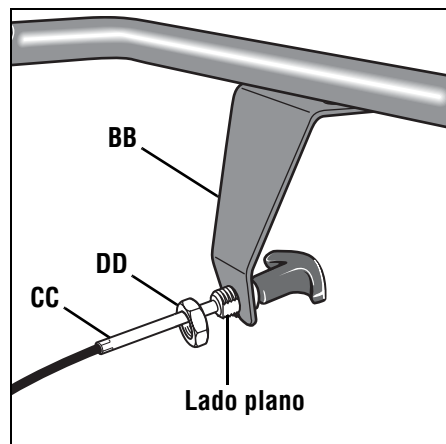
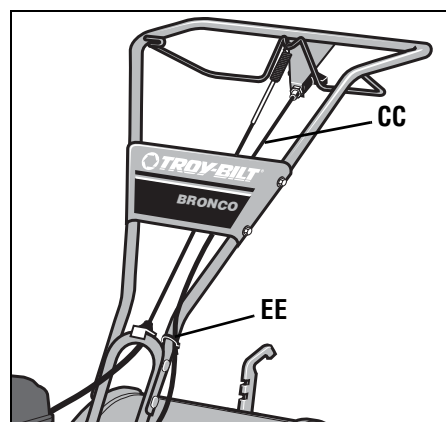

Fig. 2-8: Instale la ménsula del cable de marcha atrás y el cable del embrague de marcha atrás.
Fig. 2-9: Inserte el cable del embrague de marcha atrás (CC) como se muestra. Una con una unión de cable (EE).
1. Desenrolle el cable del embrague de marcha atrás (CC, Fig. 2-8 y Fig. 2-9) de su posición de embarque y oriéntelo hacia la barra de control. Asegúrese que el cable esté colocado debajo del gancho del embrague de marcha directa.
2. Inserte el cable (CC, Fig. 2-8) a través de la ranura de la ménsula del cable y posicione el lado plano del conjunto roscado junto al lado plano del orificio. Deslice la tuerca hexagonal (DD) subiendo por el cable y ajústela con firmeza.
3. Una el cable del embrague de marcha atrás a la barra de control del lado izquierdo con una unión de cable (EE, Fig. 2-9).